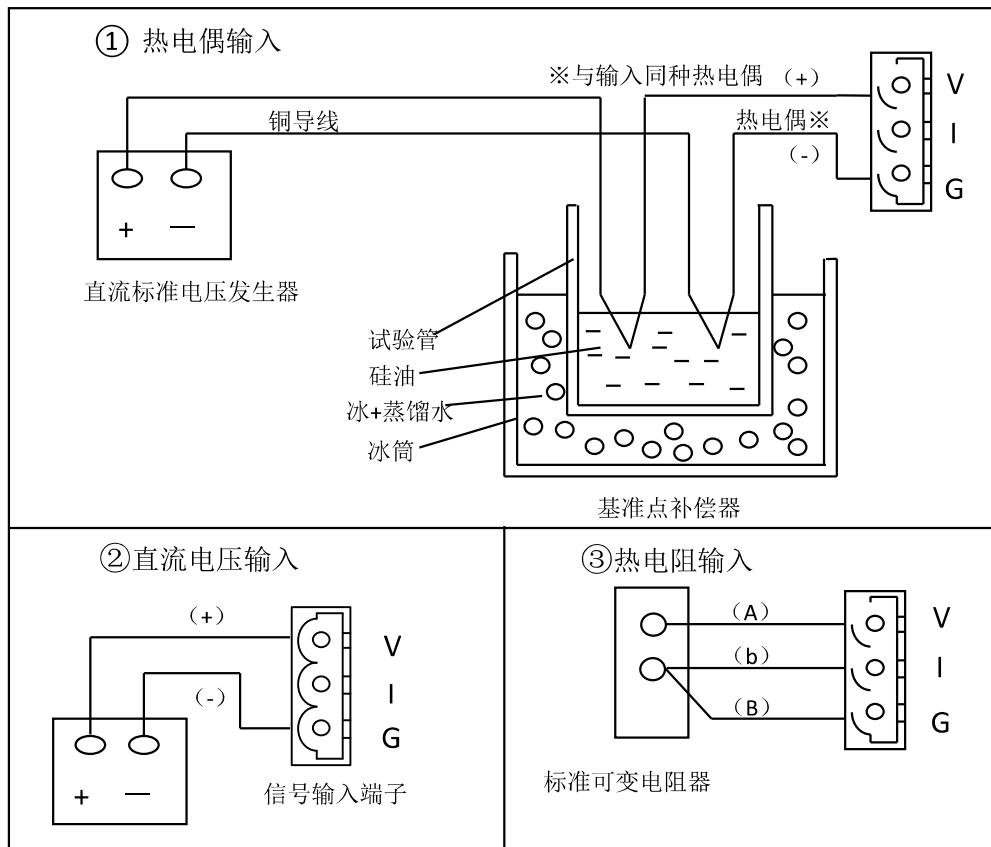

图 7-4 校验接线图
(1) 将校验用仪表(精度不低于 0.1%)连接在记录仪的输入端子上，接线方法参照图 7-4。在校验开始前，仪器和记录仪表应预热 30 分钟以上。
(2) 调整标准信号发生器给出仪表满量程的 0%，25%，50%，75%，100%等值，检查输入值、显示值、记录值是否一致。
(3) 如记录仪各点的指示误差均在 $\pm 0.3\%$ ，显示误差在 $\pm 0.2\%$ ，则结束校验。
(4) 记录值误差超差时，请按照“7.3 调整”的方法对仪表进行调整。